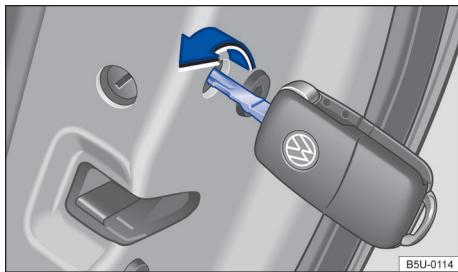

Fig. 52 Travamento de emergência do veículo com a chave do veículo.
- Inserir a haste da chave na fenda → Fig. 52 e girar no sentido horário (para dentro do veículo) até o batente.